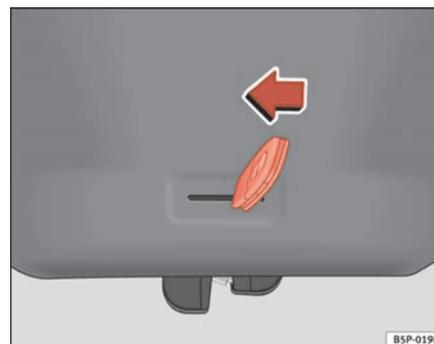

Fig. 46 Porta-bagagens: abertura de emergência
- Introduza o palhetão da chave na ranhura e destranque o sistema de fecho, rodando a chave da direita para a esquerda, tal como indica a seta ⇒ **fig. 46**. ■